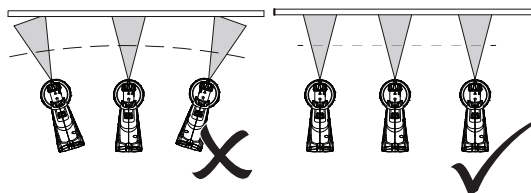

Fig. 10
- > Mantenha o bocal de pulverização (3) a cerca de 10 a 30 cm da superfície de trabalho. Mover a pistola de pulverização mantendo-a perpendicular com a área de pulverização (Fig. 10).